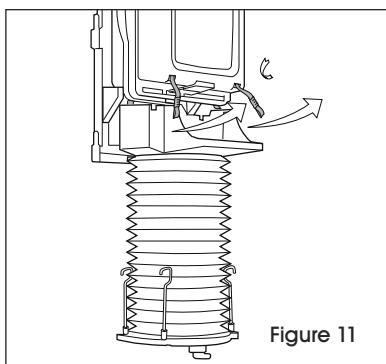

Figure 11
- Retirez les attaches retenant les quatre courroies et laissez-les pendre de chaque côté du réservoir d'eau résiduaire. (Voir Figure 11)